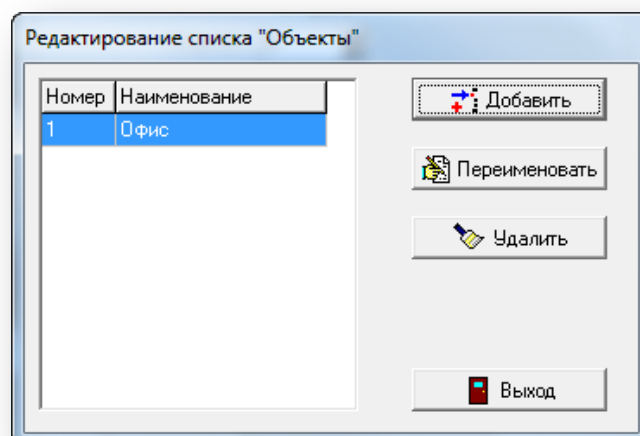

Рисунок 10.5
- Кнопка «Объекты»  открывает окно редактирования списка «Объекты» (Рисунок 10.5).